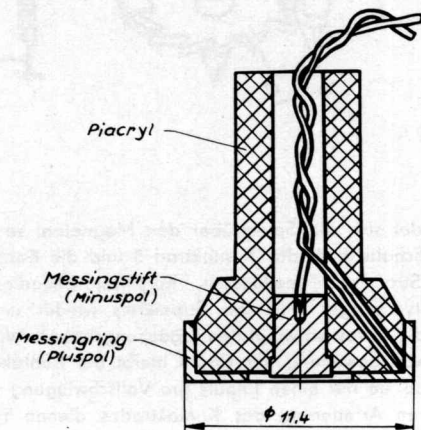

Abb. 6
- (2) Kein Kurzschluß, der zur Beschädigung des Instrumentes führen könnte, verursacht werden darf. Ein sicheres und kurzschlußfreies Messen des integrierten Stromes erlaubt ein Kontaktkopf nach Abb. 6.